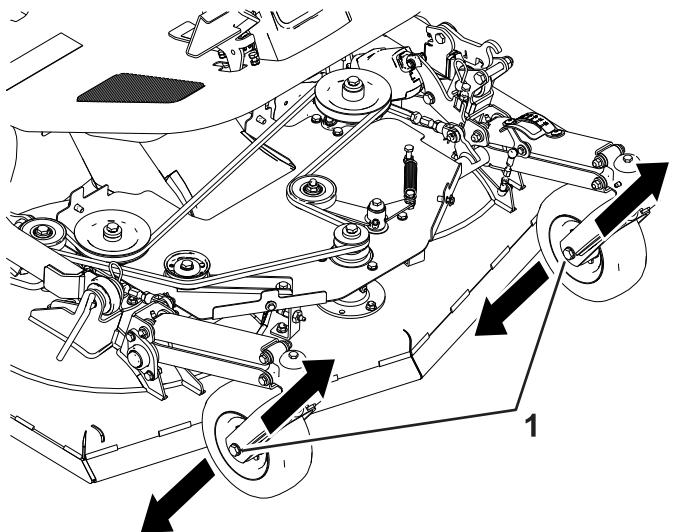

Figura 103
- A. Afloje el perno de la rueda giratoria en un lado (Figura 103).
- Ajuste el perno de la rueda giratoria en la ranura y apriete el perno (Figura 103).